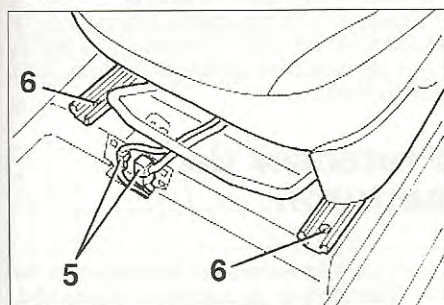

FIG. 11
- Separar la tapa de los conectores eléctricos (5) y desconectarlos (fig. 11).
- Desmontar las fijaciones delanteras (6).